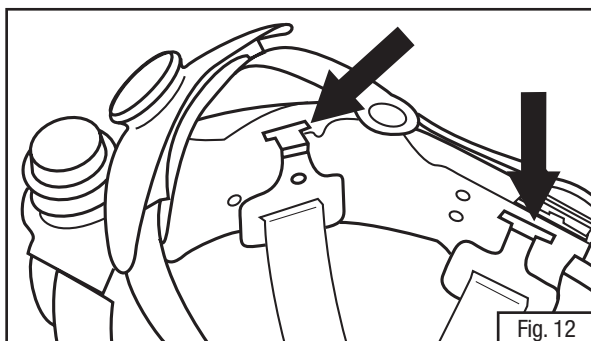

Fig. 12
- Com o capacete virado ao contrário, solte a carneira do casco do capacete puxando para cima os ganchos de plástico das tiras da rede. Os ganchos são mostrados na Fig. 12.